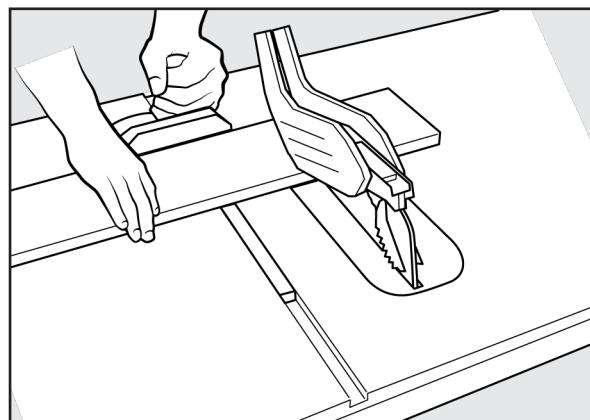

FIGURA 17
8. Sujete la pieza de trabajo horizontalmente sobre la mesa y contra la guía (A). La pieza de trabajo debe tener un borde recto contra la guía y no debe estar deformada, torcida ni doblada. Puede observar la posición correcta de las manos en la Figura 17.
Para realizar un corte transversal, consulte la Figura 17 y siga este proceso: